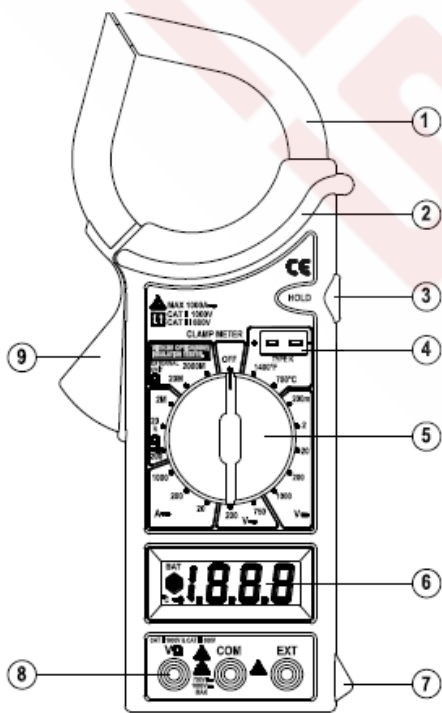

Рисунок 1
1. Установите поворотный переключатель в соответствующее положение в секторе A~. Нажмите на курок, чтобы раскрыть токовые клещи, и сомкните их вокруг **одного** проводника (рис. 1).